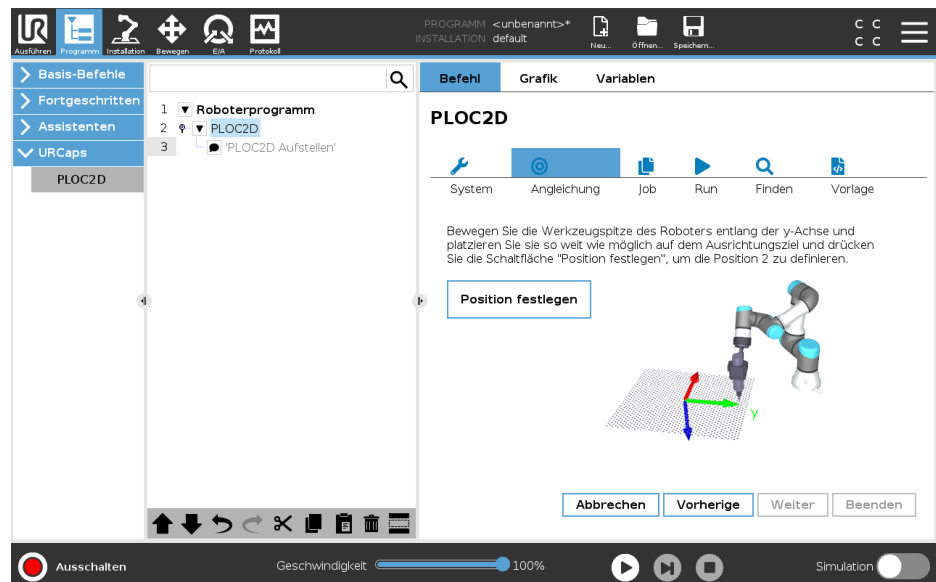

Abbildung 8: Y-Achsen-Position zum Angleichen auf der Benutzeroberfläche des UR-Roboters festlegen
7. Bewegen Sie die Werkzeugspitze des Roboters entlang der y-Achse und positionieren Sie sie so weit wie möglich auf der Angleichungsplatte, siehe Abbildung 8, Seite 12.